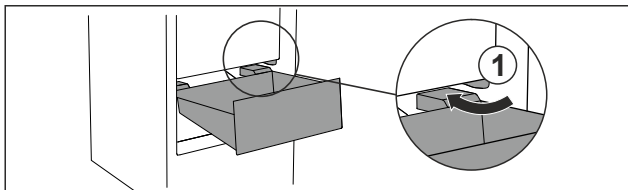

Fig. 87
- ▶ Обойдите стопор Fig. 87 (1) выдвижного ящика под наклоном.